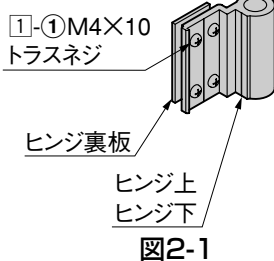

図2-1
- ヒンジに、ヒンジ裏板を仮組みした状態で吊元框にスライドすると作業が容易です。(図2-1参照)